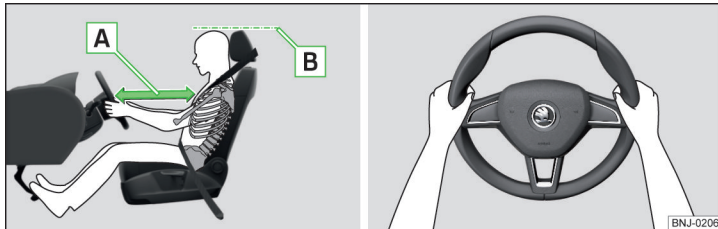

Fig. 2 Poziția corectă a scaunului șoferului/Poziția corectă la volan
- ✓ Reglați volanul în așa fel, încât distanța dintre volan și torace să fie de cel puțin 25 cm » [fig. 2 - \[A\]](#).
- ✓ Reglați tetiera astfel încât marginea superioară a tetierei să se afle, pe cât posibil, la aceeași înălțime cu partea superioară a capului dumneavoastră (nu este valabil pentru scaunele cu tetieră integrată) » [fig. 2 - \[B\]](#).
- În timpul mersului volanul trebuie ținut cu ambele mâini, de partea exterioară laterală, în poziția „orei 9” și „orei 3” » fig. 2. Nu țineți niciodată volanul în poziția „ora 12” sau în altă poziție (de exemplu de centrul volanului, de marginea interioară etc.). În caz contrar, în cazul declanșării airbagurilor, se poate provoca accidentarea gravă a mâinilor, brațelor și a capului.
- ✓ Reglați tetiera astfel încât marginea superioară a tetierei să se afle, pe cât posibil, la aceeași înălțime cu partea superioară a capului dumneavoastră » fig. 2 la pagina 12 - (nu este valabil pentru scaunele cu tetieră integrată).
- ✓ Reglați tetierele astfel, încât marginea superioară a tetierelor să se afle, pe cât posibil, la aceeași înălțime cu partea superioară a capului dumneavoastră » fig. 2 la pagina 12 - .